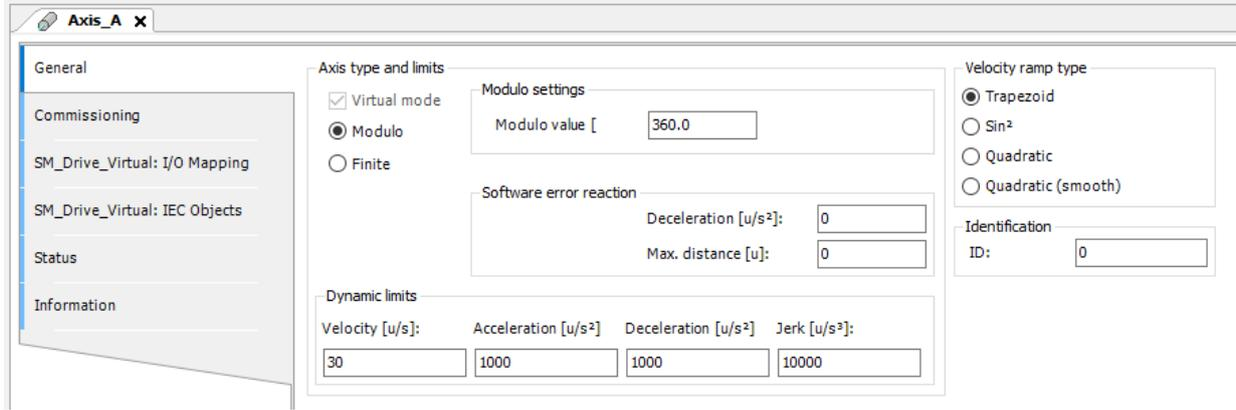

Figura 5.16: Configuraciones tarea leva CAM.
- Configure la pestaña **General** de ambos ejes creados conforme la Figura 5.16.